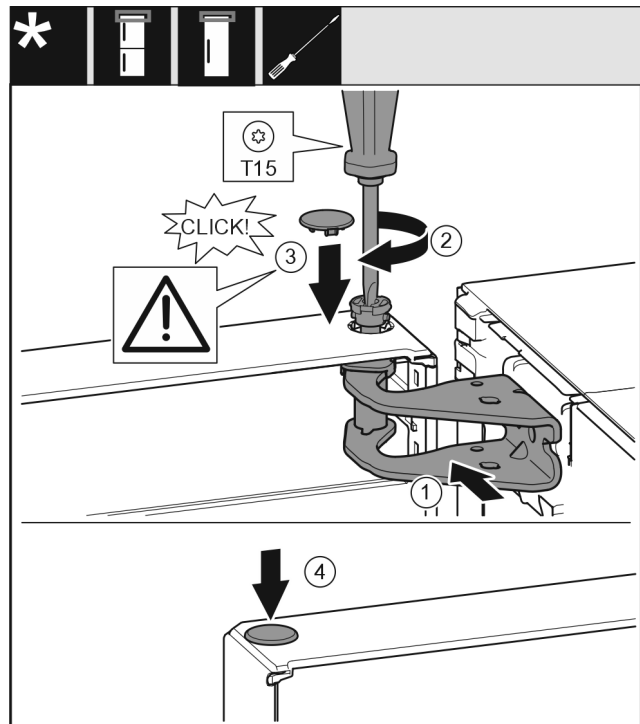

Fig. 22
- ▶ Вирівняйте дверцята зверху по отвору в опорному кронштейні. Fig. 22 (1)
- ▶ Вставте палець та закрутіть за допомогою викрутки T15. Fig. 22 (2)
- ▶ Встановіть захисну кришку для захисту дверцят: вставте захисну кришку і проконтролюйте, щоб вона прилягала до дверцят. Якщо це не так, повністю вставте палець. Fig. 22 (3)
- ▶ Вставте пробку. Fig. 22 (4)